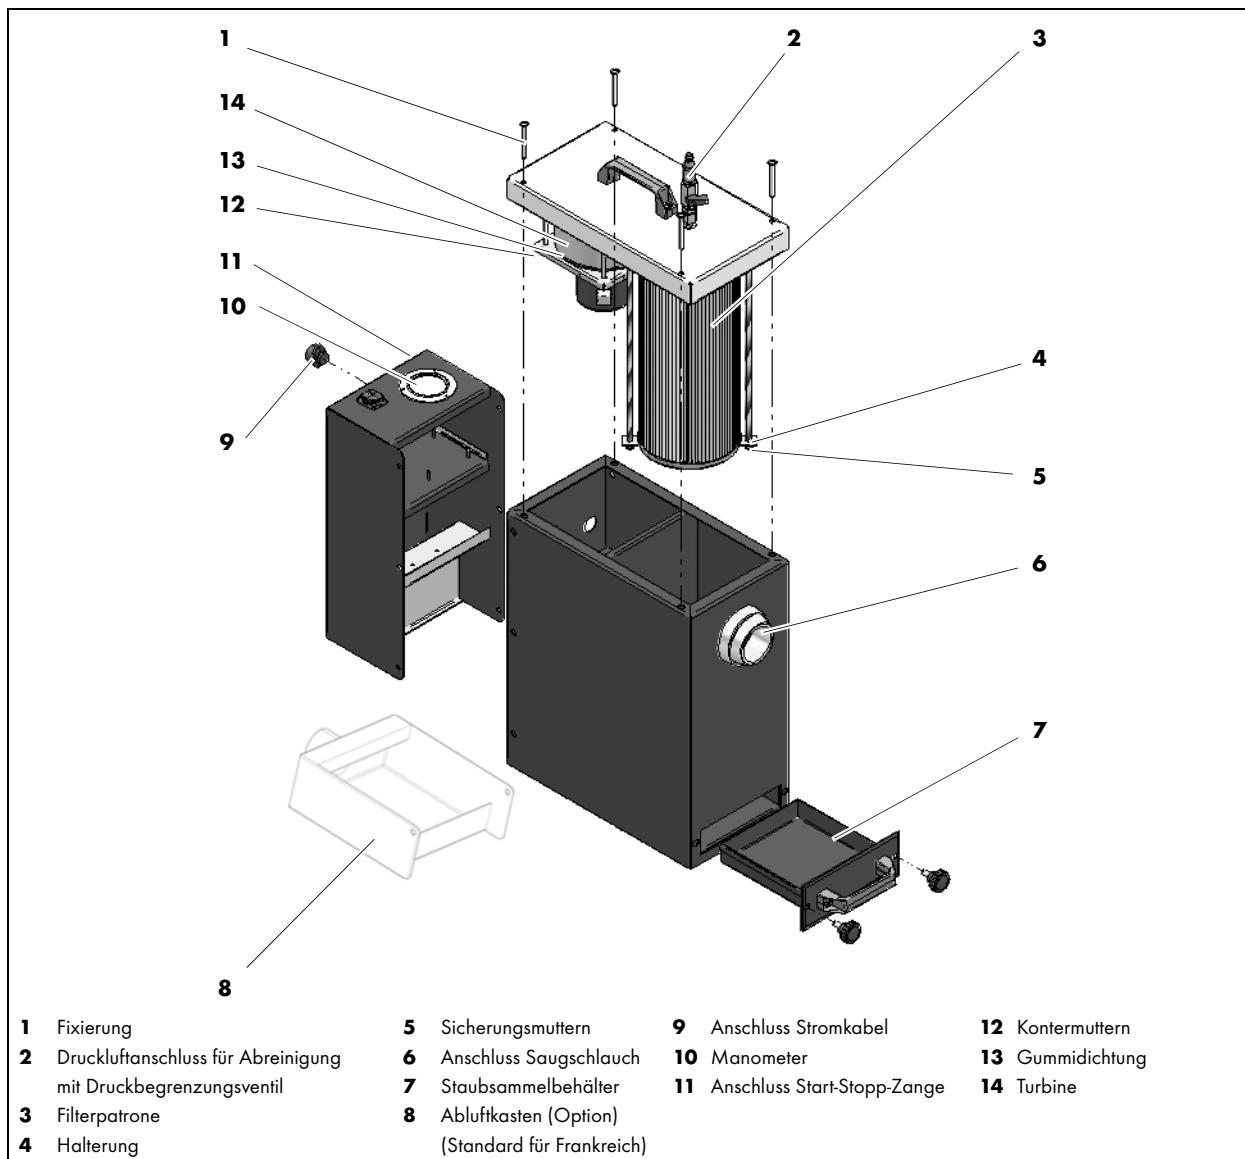

Abb. 2 Funktionsbeschreibung
- Liegt der Eingangsdruck > 5 bar, entweicht der Überdruck seitlich durch das Druckbegrenzungsventil (1).
Schließen Sie die bauseitige Druckluft an (1). Stellen Sie das Druckbegrenzungsventil auf 5 bar ein und öffnen Sie den Ventilhebel (2) am Druckluftanschluss. Die Druckluft bewirkt je nach Druck einen Abreinigungsstrahl und eine Rotation der Abreinigungsdüse innerhalb der Feinfilterpatrone. Durch manuelle Auf- und Abwärtsbewegungen der Abreinigung wird der Filter gereinigt. Entleeren Sie den abgeschiedenen Staub aus dem Staubsammelbehälter (7) (siehe Abb. 2 Funktionsbeschreibung auf Seite DE-12) in den mitgelieferten Staubsammelbeutel.
- Der Staubsammelbehälter (7) ist nach jeder dritten Filterabreinigung zu entleeren.
Schieben Sie den leeren Staubsammelbehälter (7) (siehe Abb. 2 Funktionsbeschreibung auf Seite DE-12) wieder zurück und verschließen Sie diesen.
⇒ Abb. 2 Funktionsbeschreibung auf Seite DE-12
(Abb. 2 Funktionsbeschreibung auf Seite DE-12)